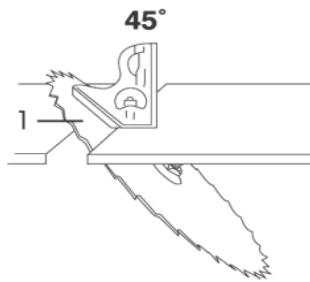

Fig. 11 – Ajuste del ángulo
- 4 - Con el auxilio de una escuadra de  $45^{\circ}$ , ajuste la lámina de sierra con relación a la base, conforme muestra la fig. 11;